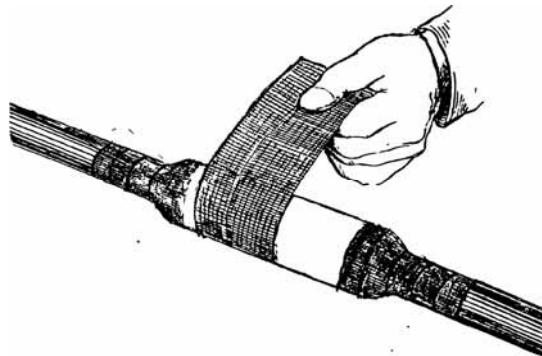

Рис. 4.10 Намотка ленты Армокаст на свинцовую муфту
4.4.2. Далее продолжают намотку ленты ВМ на конус и цилиндрическую часть муфты. Выполняют эту операцию и последующие также, как это изложено в п. 4.1.3-4.1.4. На рис. 4.10 показана намотка ленты Армокаст на свинцовую муфту.